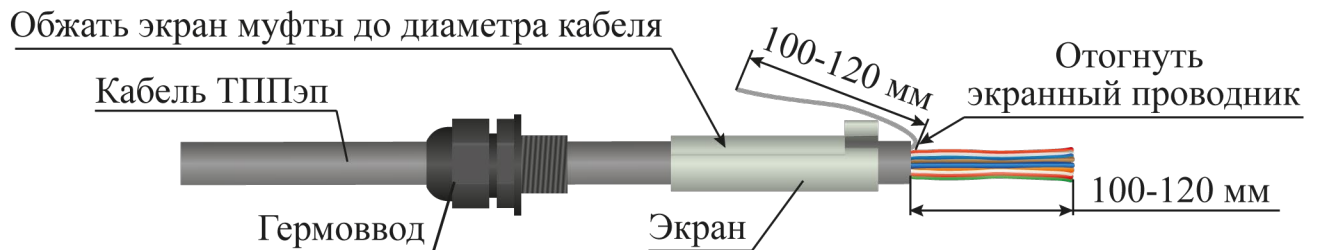

Рисунок 4.39
– надеть на оболочку кабеля ТППЭп в следующей последовательности: гермоввод, экран муфты переходной (рисунок 4.39);
– обжать экран муфты переходной до внешнего диаметра кабеля ТППЭп с помощью плоскогубцев (рисунок 4.39);
– снять оболочку со свободного конца кабеля ТППЭп длиной 100 - 120 мм (рисунок 4.39);
– экранирующий проводник отвести в сторону (рисунок 4.39);